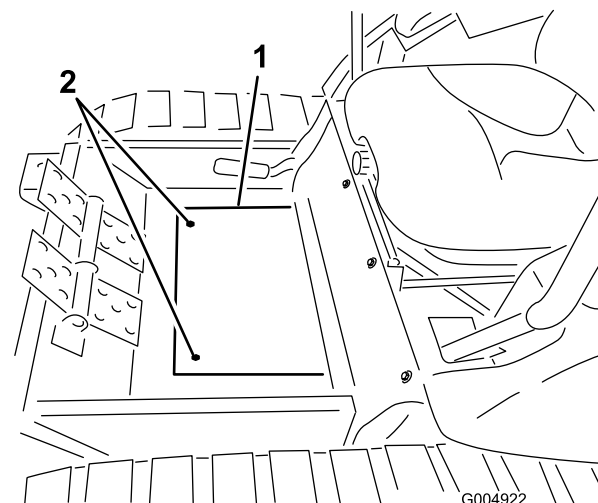

Figura 44
6. Rimuovete le 2 viti che fissano la copertura del pianale al pianale e rimuovete il pianale (Figura 44).